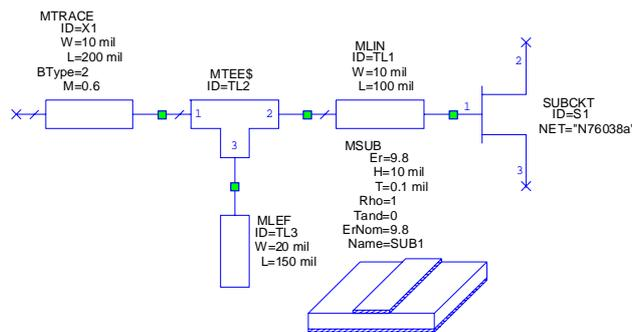

Рис. 4.10. Включение данных о подложке в схему транзисторного СВЧ усилителя
14. Дважды нажмите на элемент **MSUB** и установите параметры подложки, как на рис. 4.10. Нажмите **OK**.